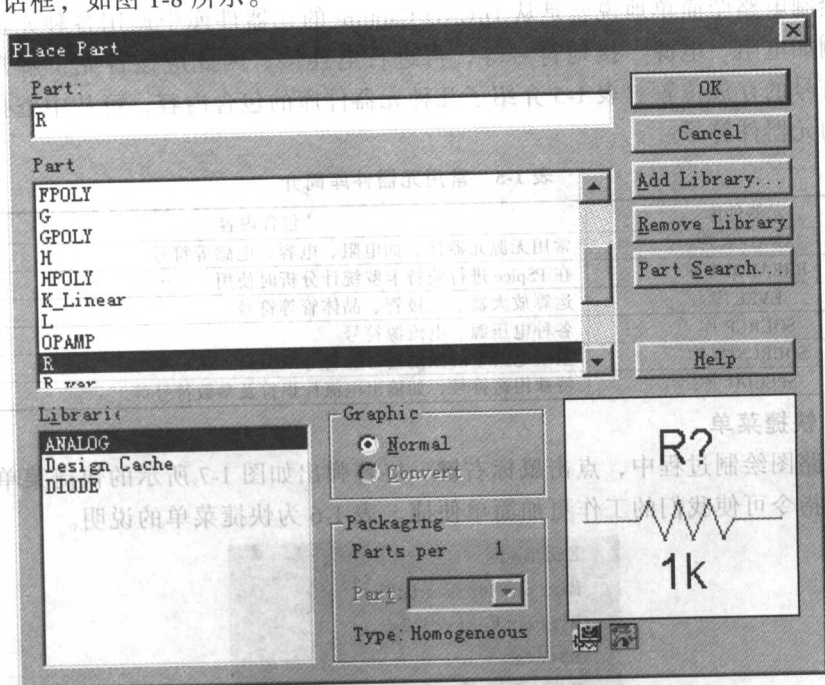

图 1-8 Place Part 对话框
执行 Place/Part 命令，或点击专用绘图工具中的  按钮，屏幕上弹出 Place Part 对话框，如图 1-8 所示。
1) 在如图 1-8 所示的 Place Part 对话框中，点击元器件符号库 ANALOG，在 Part 列表框里显示 ANALOG 库所包含的元器件符号，从中找到 R 单击，则其图形显示在该对话框右下角的预览框里。